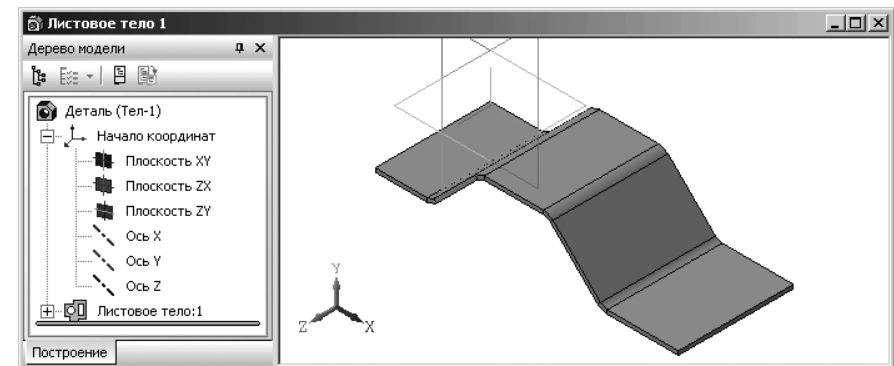

Рис. 7.15. Пример создания листового тела с разомкнутым эскизом
- щелкните на панели инструментов **Вид** по кнопке – **Полуугоновое**. Появится созданное листовое тело, показанное на рис. 7.15.